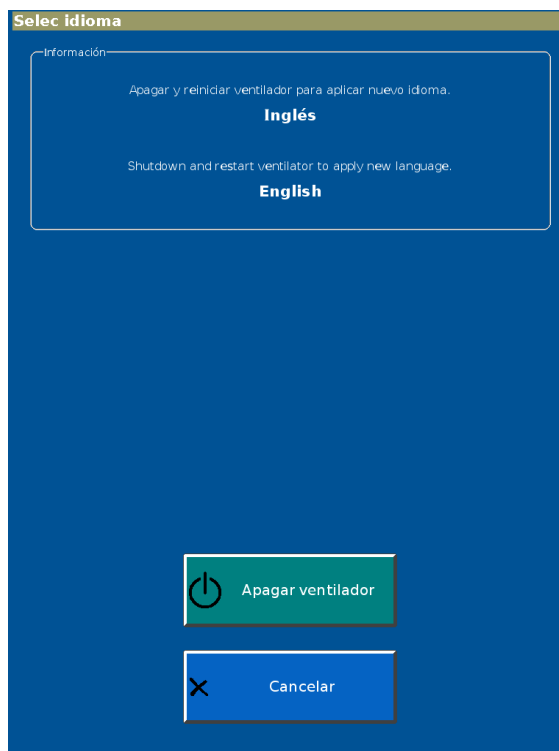

Figura E-4: Pantalla 2 Selec idioma
3. Se muestra una segunda pantalla **Selec idioma** (Figura E-4). Seleccione **Apagar ventilador** para aplicar el cambio. El cambio se hace efectivo después de reiniciar el ventilador.